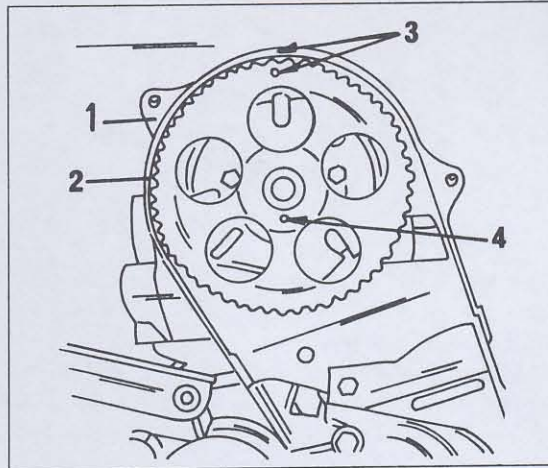
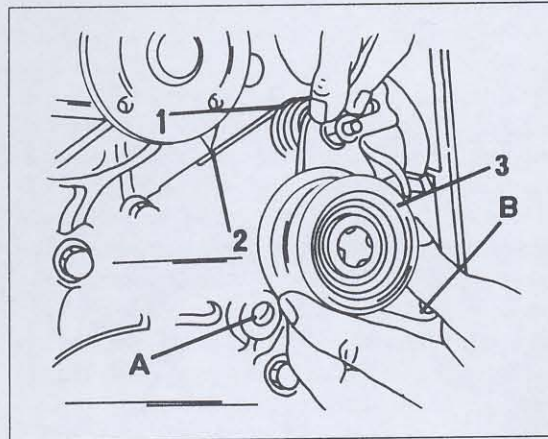

Bild 111
Bild 112
- Das Nockenwellensteuerrad (3) aufbringen und die Schraube mit der Scheibe auf 60 - 80 Nm anziehen.
- Die Nockenwelle langsam durchdrehen, bis das Steuerzeichen in der Aussenseite des Nockenwellenrades gegenüber der Marke des an der Innenseite sitzenden Deckels steht, wie man es in Bild 111 sehen kann. Der Passstift (4) im Nockenwellenrad muss genau an der Unterseite sitzen.
- Den Riemenspanner (5) montieren. Dabei zuerst die Spannfeder (7) einhängen, dann die Spannrolle ansetzen und mit der Mutter befestigen.
- Als nächstes den Flansch unter der Spannrolle in die in Bild 112 gezeigte Richtung drücken, die Löcher "A" und "B" ausrichten und die Schraube in das Loch einsetzen. Die Enden der Spannfeder in das entsprechende Loch einsetzen. Das vordere Ende der Feder (rechtwinklig abgebogen) über den Ansatz der Spannrolle einhängen, das andere Ende (gerades Ende) gegen die Wasserpumpe anlegen, wie man es in Bild 112 sehen kann.